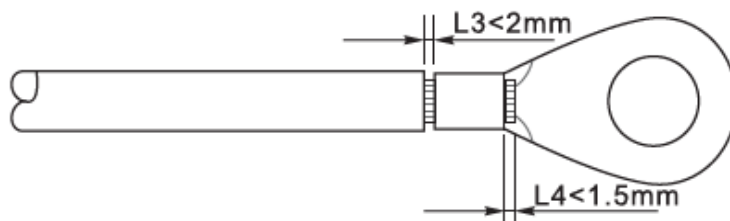

Figura 15 – Preparazione del cavo di terra (2)
- 2) Inserire i fili esposti nel terminale OT e crimarli usando uno strumento per la crimpatura, come mostrato nella Figura 15.